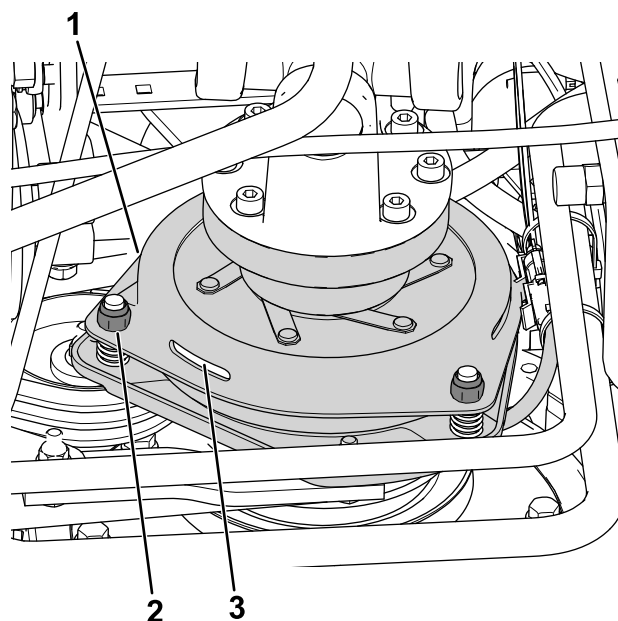

Рисунок 80
3. Отрегулируйте зазор так, чтобы толщиномер на 0,3 мм мог проходить между накладкой муфты и фрикционной пластиной с легким усилием (Рисунок 80).
Примечание: Этот зазор можно уменьшить, поворачивая регулировочные гайки по часовой стрелке (Рисунок 80). Максимальный рабочий зазор составляет 0,6 мм. Отрегулируйте все 3 воздушных зазора так, чтобы они составляли 0,4 мм.